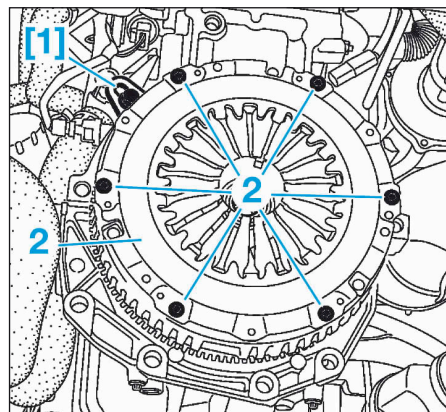

FIG.1
- [1]. Outil d'immobilisation du volant moteur (réf. Mot 582-01) (Fig.1).
- Immobiliser en rotation le volant moteur à l'aide de l'outil [1] (Fig.1).
- Desserrer progressivement en diagonale et par passes successives les vis (1) de fixation du mécanisme (2).